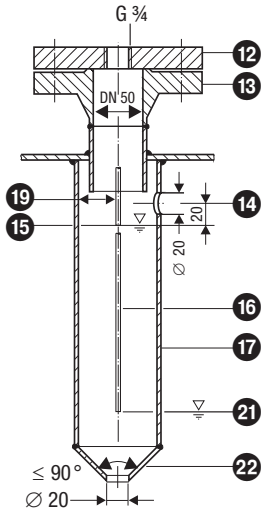

Fig. 5 Schutzrohr (bauseitig) für innenliegenden Einbau
- Ein Niveautransmitter NRG 26-1 kann mit einer GESTRA-Niveauelektrode für die Wasserstandbegrenzung oder für die Hochwasserstandsicherung in ein gemeinsames Schutzrohr bzw. Messgefäß (Innendurchmesser 100 mm) eingebaut werden. **Fig. 5 - 8.** Dabei muss bei innenliegendem Einbau die Niveauelektrode für die Wasserstandbegrenzung von der oberen Ausgleichsbohrung mindestens 40 mm entfernt sein.